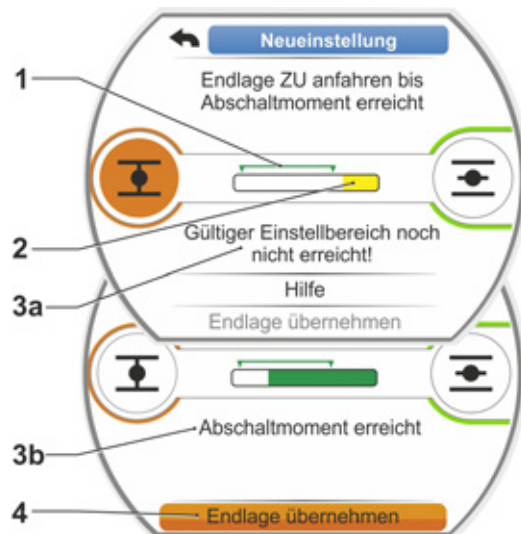

Abb. 12: Endlage ZU anfahren bei drehmomentabhängiger Abschaltung
b) Die Auswahlmarkierung auf ‚Endlagen übernehmen‘ stellen (Abb. 12, Pos. 4).
Das Display informiert darüber, ob der gültige Einstellbereich (Abb. 12, Pos. 1) erreicht ist (3b) oder noch nicht (3a) und der Laufbalken (2) wechselt entsprechend die Farbe von gelb in grün.
Ist das Abschaltmoment erreicht, erscheint die Meldung ‚Abschaltmoment erreicht‘ (3b) und der Menüpunkt ‚Endlage übernehmen‘ ist aktiv (Abb. 12, Pos. 4).